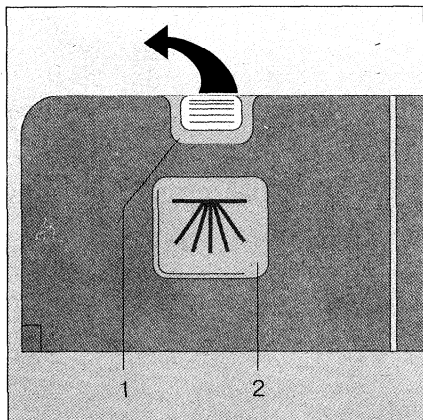

Bild 10
- Verschlußhebel nach vorne drücken (Bild 10/1). Der Deckel springt auf.
Bei sehr stark verschmutztem Geschirr haben Sie die Möglichkeit, in die Deckelmulde (Bild 10/2) zusätzlich Reinigungsmittel zu geben. Mulde gestrichen füllen. Dieser Reiniger wird bereits im Vorspülen wirksam.